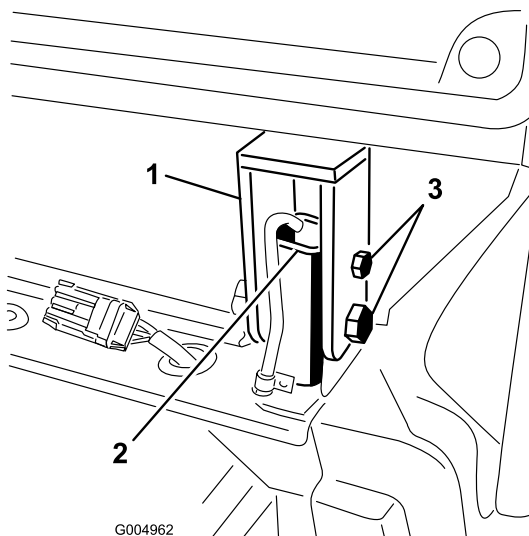

Figura 115
38. Apriete los pernos y las tuercas que sujetan los montajes traseros de la cabina a los postes del ROPS (Figura 115).